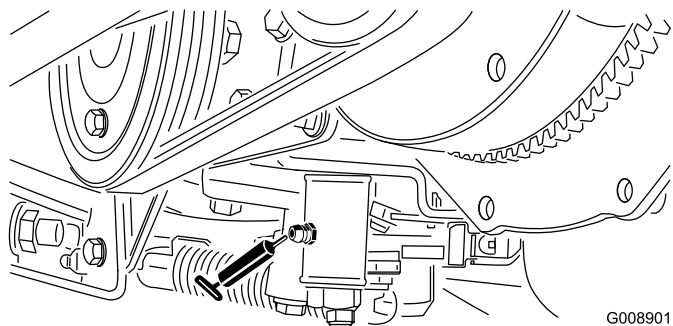

Figure 43
- Mécanisme de réglage du point mort (Figure 43)